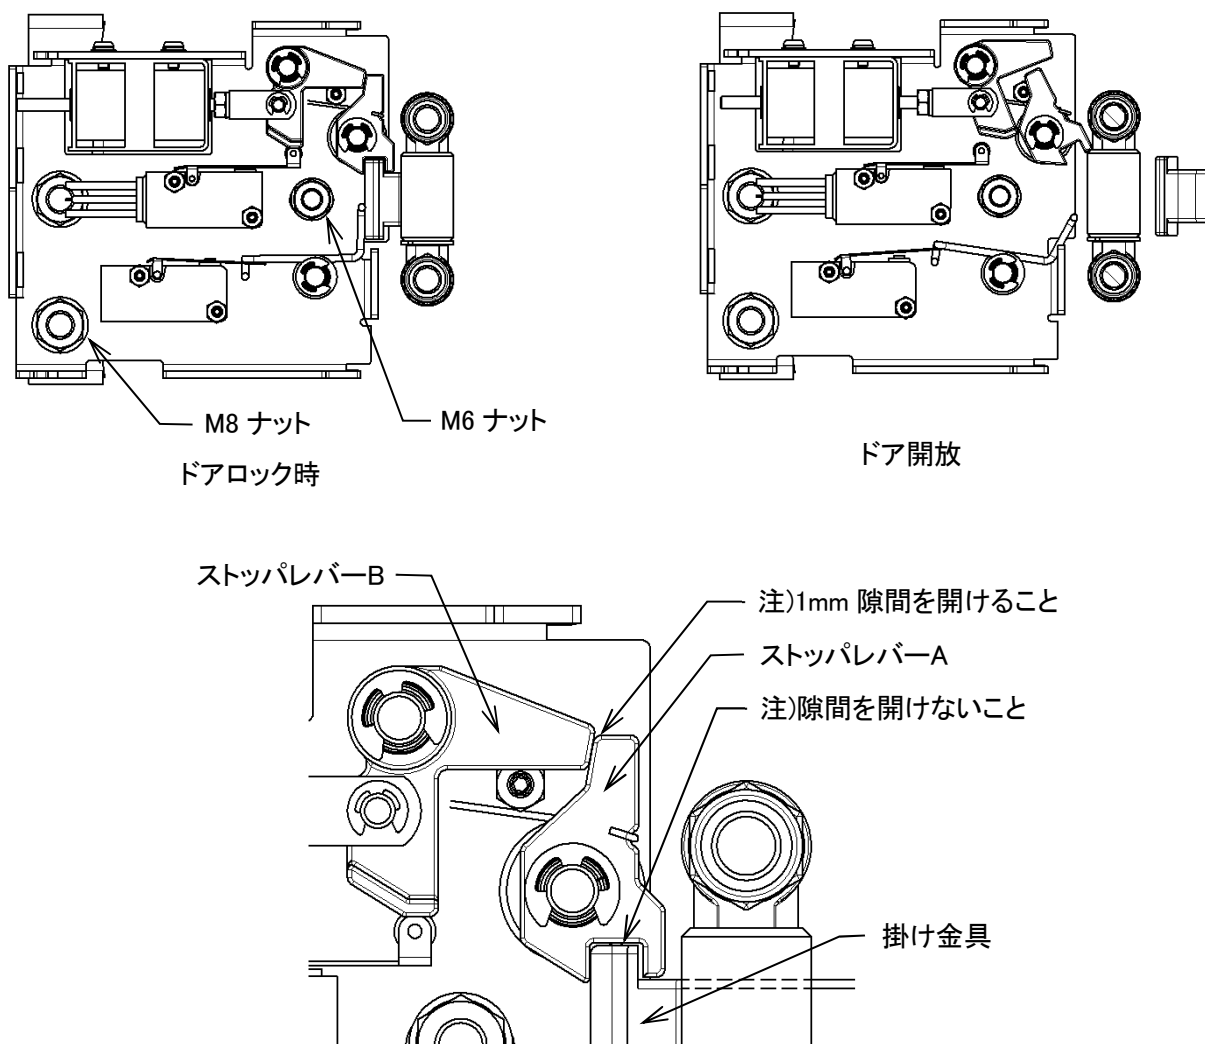

図8-9
- ・ ドアロック及びドア開放時、図 8-9 の様になっています。
- ・ ドアロック時、ストップレバー-A,B と掛け金具が図 8-9 の様にかみ合う位置に来る様に六角穴付きボルトと六角穴付きビスを緩めドアロック部を左右にずらし調整します。